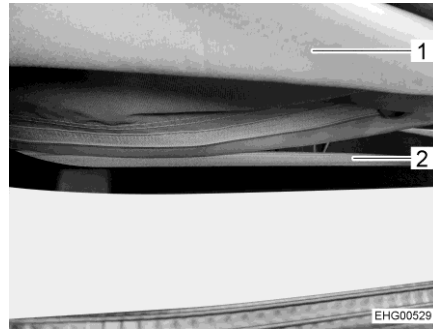

Bild 47 Reißverschluss
- Reißverschluss (Bild 47,2) an der Unterseite des Faltenbalgs (Bild 47,1) vollständig öffnen.